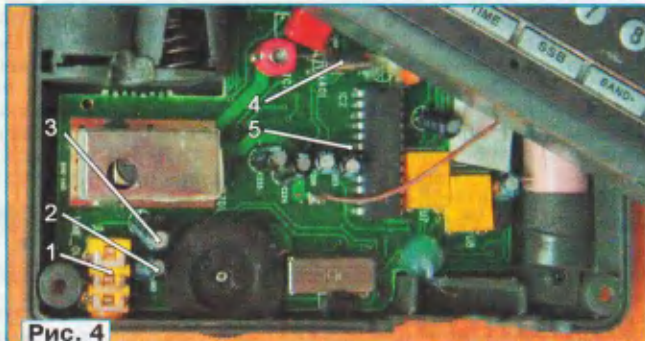

Рис. 4
Приёмник укладывают на стол задней платой вверх, а переднюю часть сдвигают в сторону, как показано на **рис. 4**, чтобы освободить доступ к будущему месту установки платы конвертера. Покачивая из стороны в сторону окисленные конденсаторы C301 (3) и C302 (2), находящиеся около гнезда LIN\_OUT (1), отламывают их от платы. Прогреть паяльником корпус резонатора X401 (4), чтобы размягчить клей, которым он зафиксирован на плате, аккуратно отгибать его в противоположном направлении и фиксируют так, чтобы он не мешал закрыванию приёмника. Следует убедиться, что выводы резонатора не соединились между собой. Напряжение +5 В для питания конвертера будет сниматься с вывода 6 микросхемы IC2 (5). Необходимо очистить от лака и залудить контактную площадку около этого вывода.